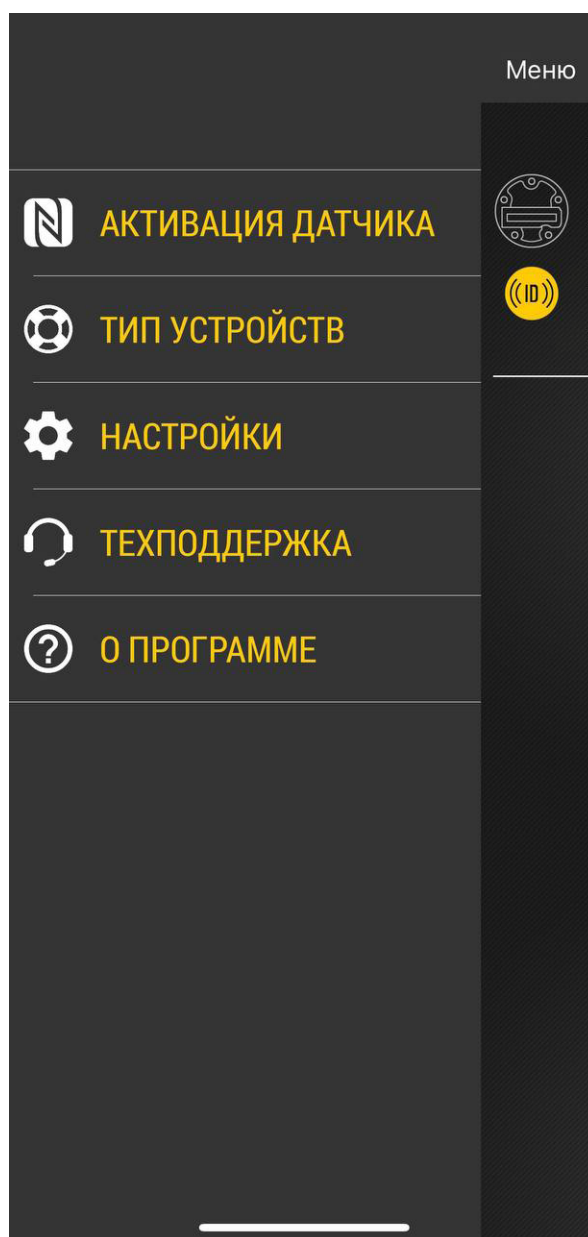

Рис.28. Активация датчика.
- Далее выберите «Активация датчика»(**Рис.28**).